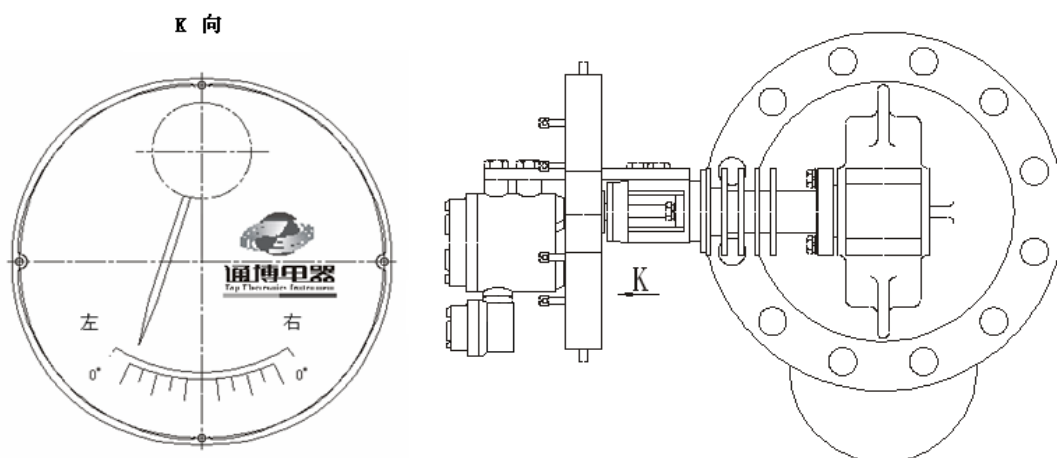

图 5 变送器表头安装示意图(图示安装方向为左侧)
c) 变送器表头是通过连接板与散热器连接的，安装时，将主轴头插入变送器表头的连轴器孔内，并且不应使连轴器产生较明显的扭曲现象。变送器的表头可在左侧或右侧安装，安装是否正确，请参照图 5 所示判定，安装者正对浮球安装接口，若变送器在安装者的左手侧，则应将表头后端指针旋至“左 0”处，并将表头内方向开关柄拨向“左”；若变送器在安装者的右手侧，则将表头后端指针旋到“右 0”处，并将表头内方向开关柄拨向“右”，将浮球移到最低测量位置时将连轴器与主轴的紧定螺钉紧固。